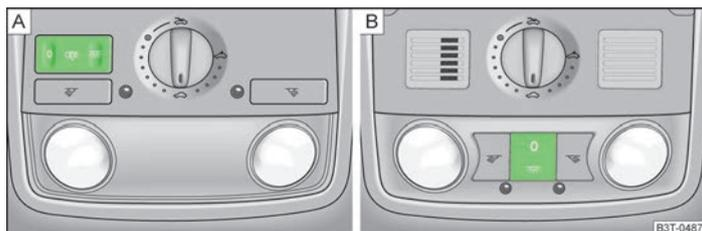

Abb. 37 Innenleuchte vorn
- Den Schalter im Bereich des Symbols ☞ » Abb. 37 drücken.
- Den Schalter in die Mittelstellung stellen. Bei Fahrzeugen ohne Innenraumüberwachung ist die Mittelstellung mit dem Symbol ☞ » Abb. 37 - A gekennzeichnet.